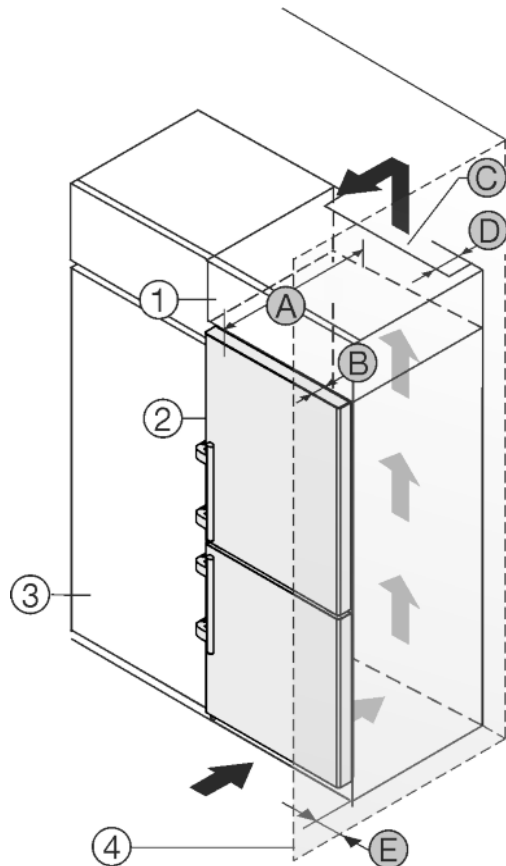

Fig. 27
L'appareil peut être réagencé avec des buffets de cuisine. Pour adapter l'appareil *Fig. 27 (2)* à la hauteur du coin cuisine, une rehausse *Fig. 27 (1)* peut être posée sur l'appareil.
L'appareil peut être installé directement à côté du buffet de cuisine *Fig. 27 (3)*. Pour pouvoir ouvrir complètement les portes, l'appareil doit déborder de la profondeur *Fig. 27 (B)* par rapport à la façade du buffet. L'appareil peut déborder encore plus en fonction de la profondeur des buffets et de l'utilisation de cales d'épaisseur.
- Une sortie d'air avec la profondeur *Fig. 27 (D)* doit être présente au dos de la rehausse sur toute sa largeur.
- La section de ventilation *Fig. 27 (C)* sous plafond doit être respectée.
Si l'appareil avec les charnières est installé près d'une paroi *Fig. 27 (4)*, la distance *Fig. 27 (E)* entre l'appareil et la paroi doit être respectée. Ceci correspond à la saillie de la poignée avec la porte ouverte.